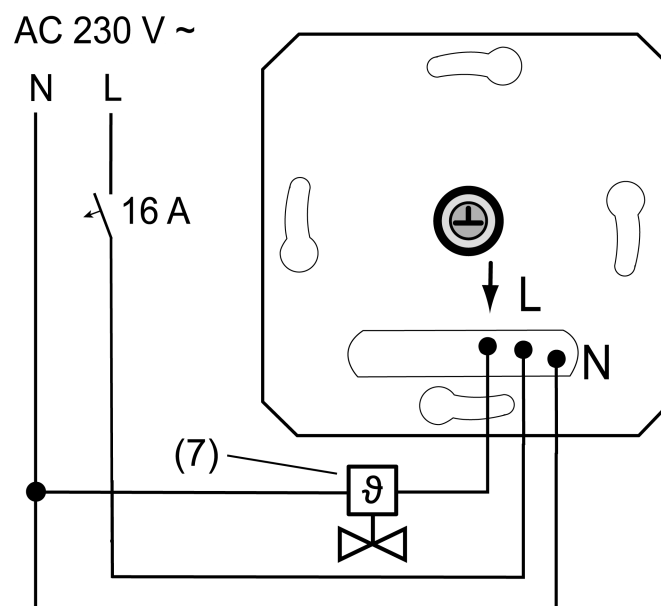
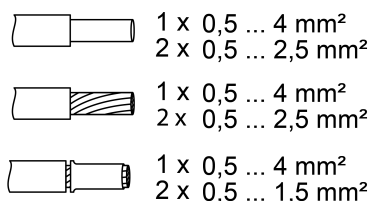

Figura 2: Esempio di collegamento dell'unità da incasso
Figura 3: Sezione trasversale conduttore
- Collegare l'attuatore elettrotermico (7) sull'unità da incasso (1) secondo lo schema di collegamento (Figura 2). Rispettare le sezioni dei conduttori (Figura 3).
- Applicare telaio di copertura (2), piastra centrale (3) e pulsante di comando (4).